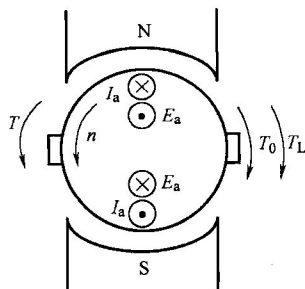

图 1-4 直流电动机的运行过程
3. 直流电动机的运行过程 直流电动机与电源接通后,运行过程如图1-4所示。电枢电流 I_a 流过导体产生电磁转矩 T ,克服负载转矩 T_L 和空载转矩 T_0 ,从而驱动电枢旋转。电磁转矩是原动转矩,其方向决定着电动机的转向。同时,转动的电枢导体在磁场中切割磁力线会产生感应电动势 E_a ,其方向与电流方向相反,是反电动势,外电源电压克服反电动势送入电流而做功,从而将电能转换成机械能。直流电动机稳定运行时的转矩平衡方程式为